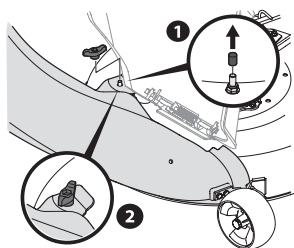

Figure 14
2. Fixez le coude de la goulotte au plateau de coupe avec un écrou papillon (720-04122) de l'ensemble de quincaillerie (689-00567). Voir Figure 14.
NOTE : Retirez le capuchon protecteur (si présent) du goujon de montage sur le plateau de coupe. Voir Figure 14.